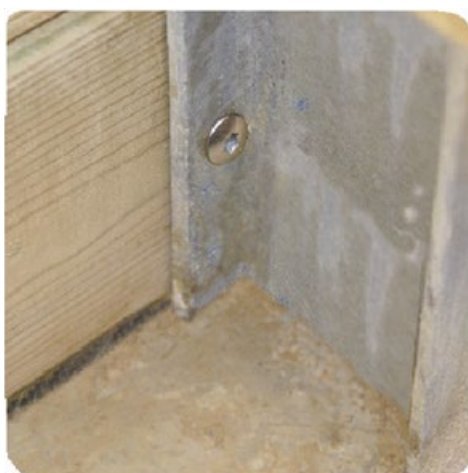

Abbildung 11 – Verkantung der Bohlen auf den Streben
- auf den 4 Streben (diese sind vorgebohrt, wie in **Abbildung 11**) gezeigt) mit 36 Torx-Gewindeschrauben 6 × 30 aus A2 Edelstahl (Pack D).